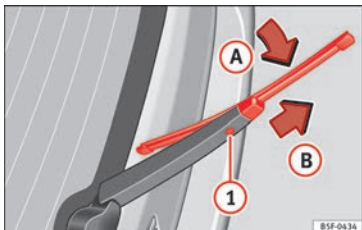

Fig. 83 Sostituzione della spazzola del lunotto posteriore.
- Ruotare leggermente la spazzola » fig. 83 (freccia **A**).